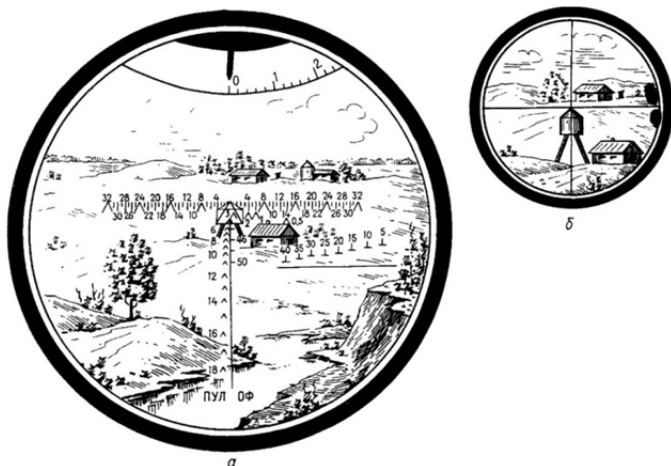

Рис. 2.16. Поле зрения прицела-дальномера при выверке по удаленной точке:
- наблюдая в окуляр трубки выверки и вращая маховики подъемного и поворотного механизмов, совместить перекрестие нитей на дульном срезе с выбранной удаленной точкой (рис. 2.16);